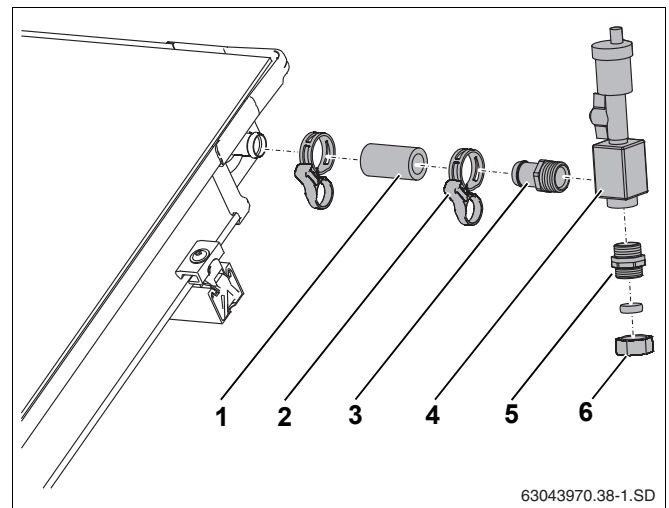

Рис. 60 Подключение воздушного клапана на крыше
- Надеть короткий шланг (55 мм, рис. 60, поз. 1) на штуцер подключения подающей линии коллектора и зажать пружинным хомутом.
- Завернуть наконечник $R\frac{3}{4}$ с кольцом (рис. 60, поз. 3) в воздухосборник (рис. 60, поз. 4).
- Вставить наконечник (рис. 60, поз. 3) до упора в шланг и зажать пружинным хомутом (рис. 60, поз. 2).
- Завернуть двойной ниппель с кольцом (рис. 60, поз. 5) в воздухосборник.
- Подсоединить сборную линию к резьбовому соединению с зажимным кольцом (18 мм) (рис. 60, поз. 6).